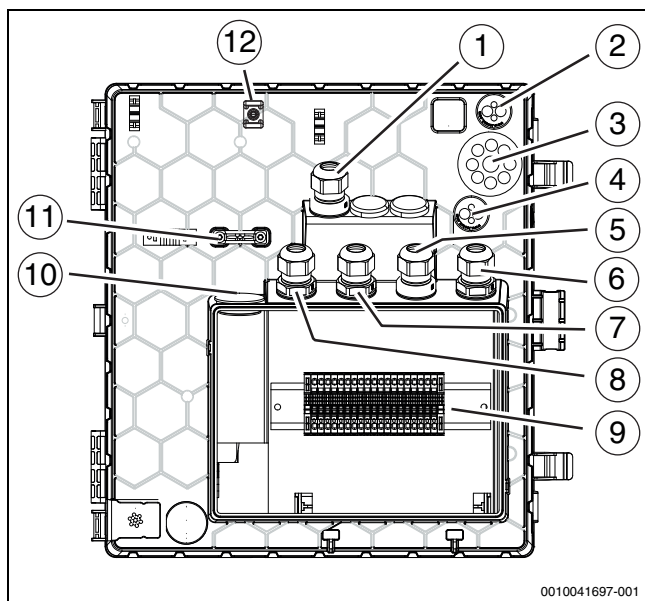

Fig. 31 Passe-câbles sur le boîtier électrique
3. Faire passer les câbles dans le boîtier électrique (→Figure 31).
Pour les passe-câbles (→Figure 31 [2], [3], [4], [10]), une petite piqûre dans la membrane suffit, puis les lignes peuvent être enfoncées.
- ▶ Après l'insertion des câbles, serrer les presse-étoupes de câbles (→Figure 31 [1], [5], [6], [7], [8]).
- ▶ Utiliser les points de fixation définis [12] pour fixer les câbles qui ont été insérés dans les entrées (→Figure 31 [2], [3], [4]).